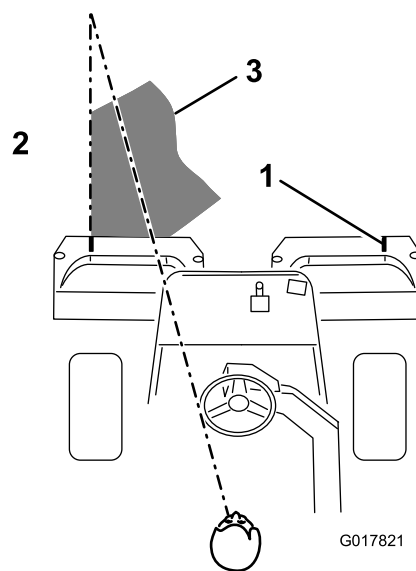

Figura 40
3. Durante le passate di ritorno sovrapponetevi uno spazio minimo alla falciatura precedente. Per tosare in linea retta il green e mantenere la macchina alla medesima distanza dal bordo della falciatura precedente, immaginate una linea da 1,8-3 m circa davanti alla macchina fino al bordo della sezione di green da tosare (Figura 40). Potrebbe essere utile includere nella linea di collimazione il bordo esterno del volante, vale a dire, tenere allineato il bordo del volante con un punto che si trovi sempre alla stessa distanza dalla parte anteriore della macchina (Figura 40).